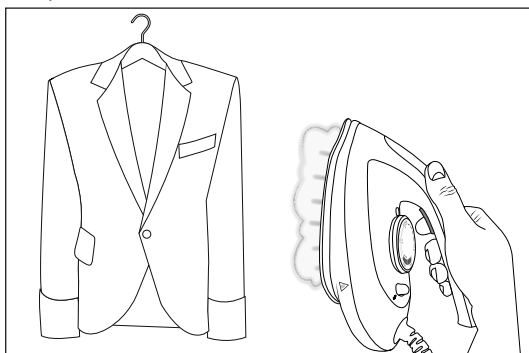

Abb. 10
- 5) Halten Sie das Bügeleisen in senkrechter Position und drücken Sie die Dampf-Taste **2** (siehe Abb. 10).